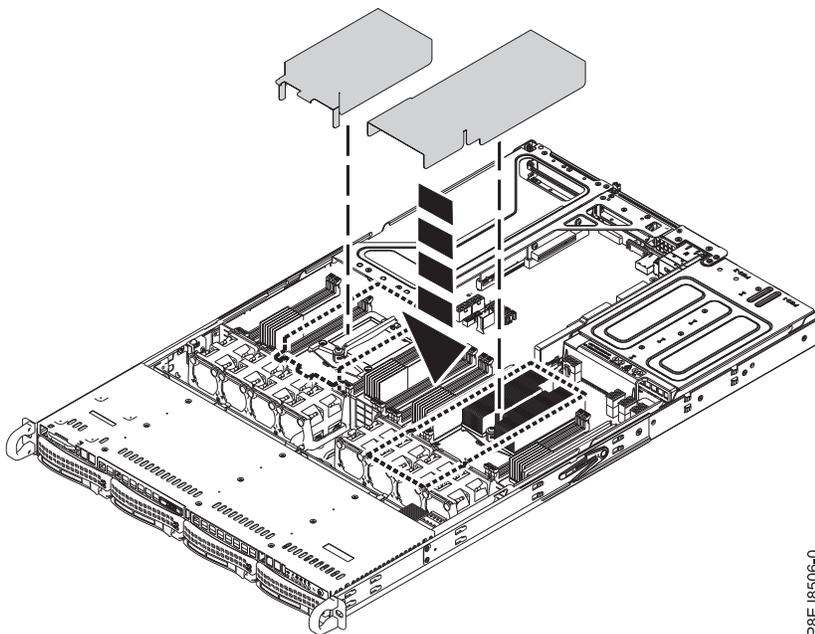

Figura 17. Instalación del deflector de aire del procesador del sistema
5. Instale el deflector de aire del procesador del sistema como se muestra en la Figura 17. Inserte el borde del deflector de aire del procesador del sistema en el soporte de ventilador. A continuación, encaje con cuidado el deflector de aire del procesador del sistema en su lugar.